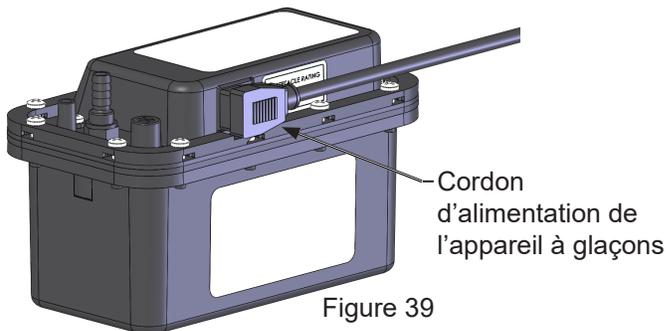

Figure 39
7. Déconnectez le cordon d'alimentation de l'appareil à glaçons de la pompe de vidange (voir Figure 39).